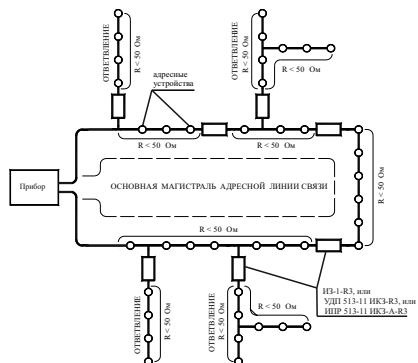

Рисунок 3
- разрывать кольцевую АЛС (рисунок 3) между двумя местами установки ИПР. Это локализует участок между ИПР и оставляет работоспособными остальные участки АЛС.